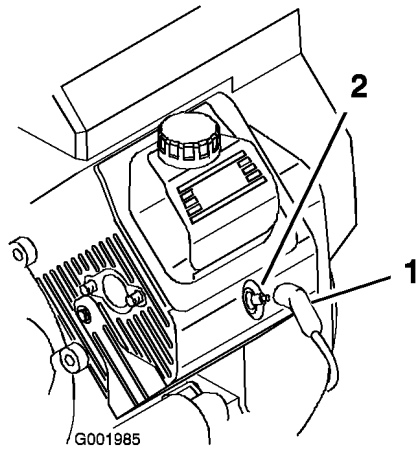

図 51
3. 点火プラグのコードが抜けているのを確認する (図 51)。
3. 点火コードを取り付ける (図 51)。